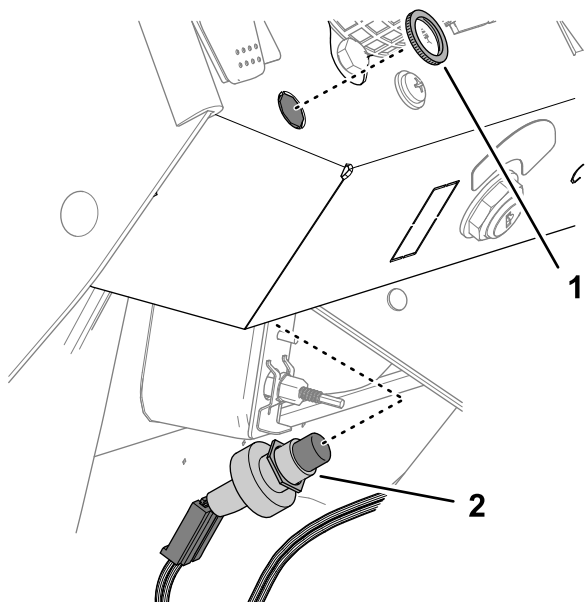

Figura 9
5. Desde la parte inferior del panel, inserte el interruptor a través del taladro (Figura 9).
6. Si fuera necesario, ajuste la tuerca autoblocante de manera que exponga suficientes roscas del interruptor del claxon para instalar la tuerca moleteada (Figura 9).
7. Fije el interruptor del claxon en el panel del salpicadero con la tuerca moleteada (Figura 9).